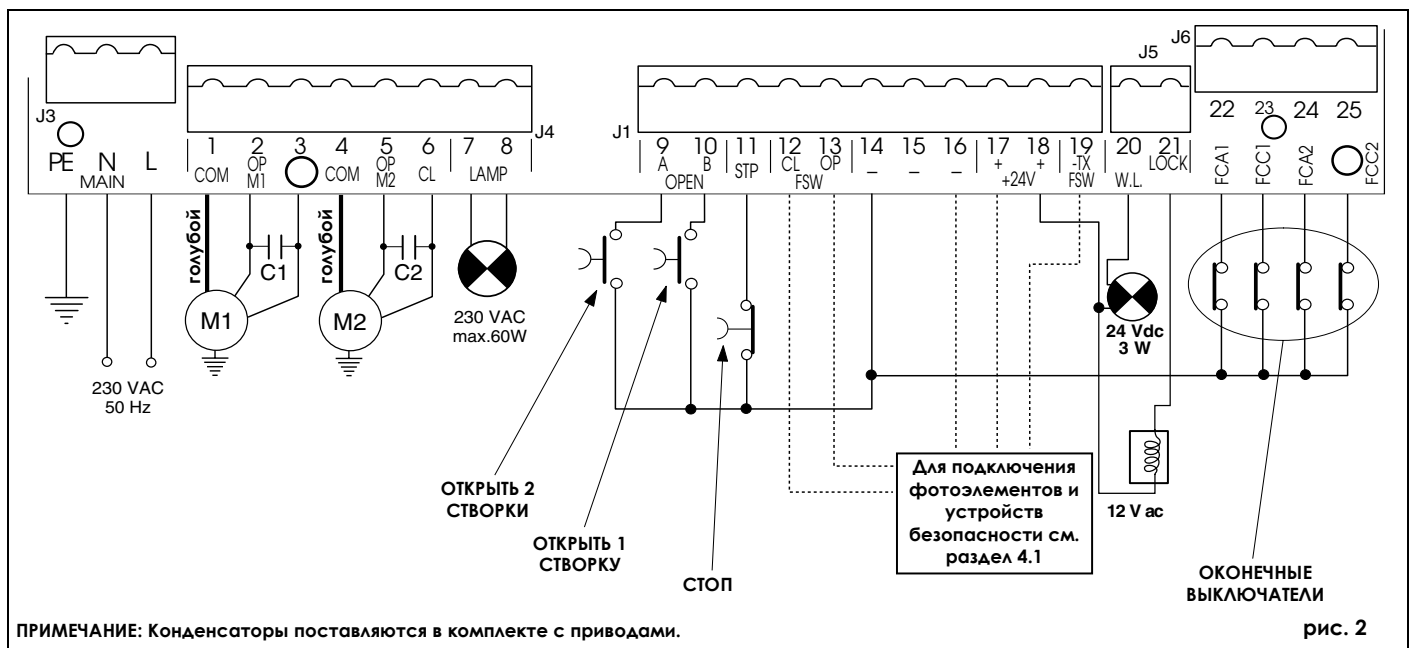

рис. 2
- Подсоедините кабель заземления к соответствующему контакту разъема J3 платы управления (см. рис. 2).
4.2. КЛЕММНЫЙ РАЗЪЕМ J3 – Питание (рис. 2)
4.3. КЛЕММНЫЙ РАЗЪЕМ J4 – Приводы и сигнальная лампа (рис. 2)
4.4. КЛЕММНЫЙ РАЗЪЕМ J1 – Дополнительные устройства (рис. 2)
4.5. КЛЕММНЫЙ РАЗЪЕМ J5 – Индикаторная лампа и электрозамок (рис. 2)
4.6. ШТЕКЕРНЫЙ РАЗЪЕМ J2 – Карты декодеров и приемников (рис. 2)
4.7. КЛЕММНЫЙ РАЗЪЕМ J6 – Оконечные выключатели и/или датчики Gatecoder (рис. 2)